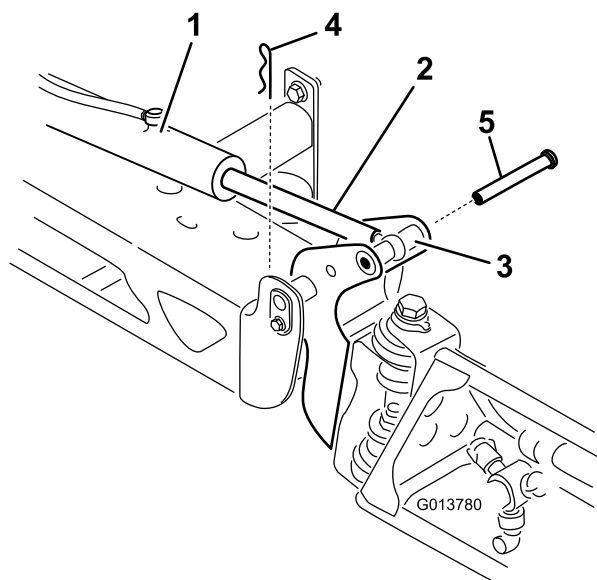

Рисунок 66
2. Извлеките шплинт из шплинтуемого штифта (Рисунок 66).
3. Поднимите секцию, извлеките шплинтуемый штифт и медленно опустите секцию на землю (Рисунок 66).
7. Удерживая секцию опрыскивания, вставьте шплинтуемый штифт через ось поворота стрелы и шток привода (Рисунок 66).